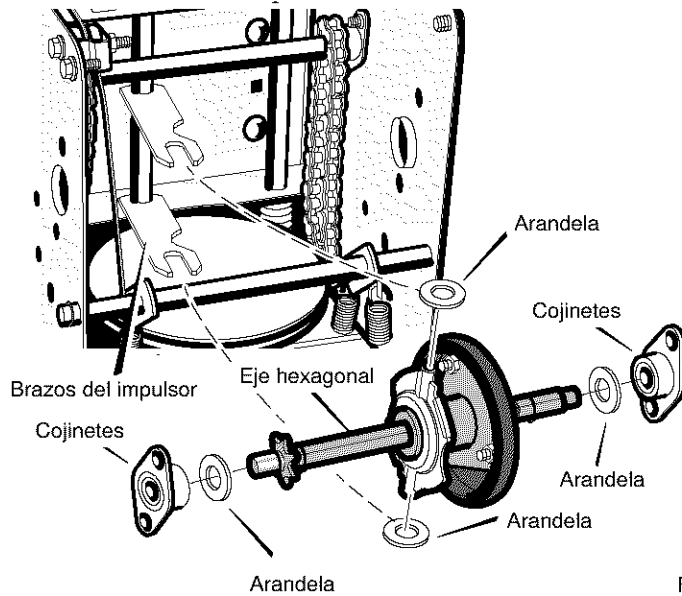

Figura 76
13. Instale el **eje hexagonal** y los **cojinetes** con los cuatro pernos que quitó antes (consulte la Figura 76).